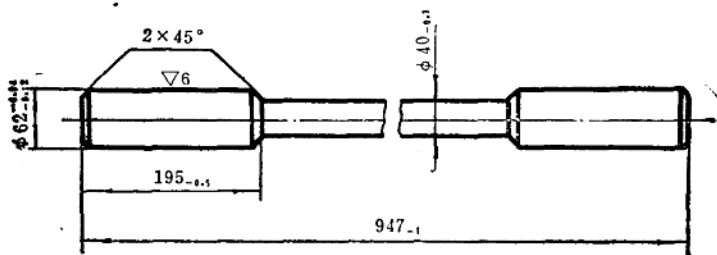

图3 引导轮轴套孔专用校正棒
②用专用校正棒（图3）穿进左右侧引导轮轴套孔中，检查并校正同心度，保证二孔焊后的同心度。